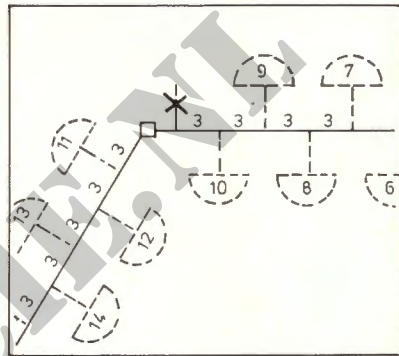

fig. 5a
- de eerste tros na een knikpunt ligt op 3 m van het knikpunt en aan de tegenovergestelde zijde van de laatst gelegde tros voor het knikpunt; (fig. 5a en 5b)